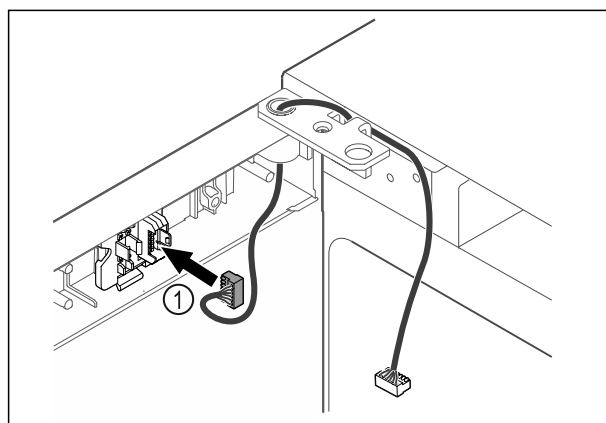

Fig. 47
- Вставьте штекер Fig. 47 (1) в держатель.